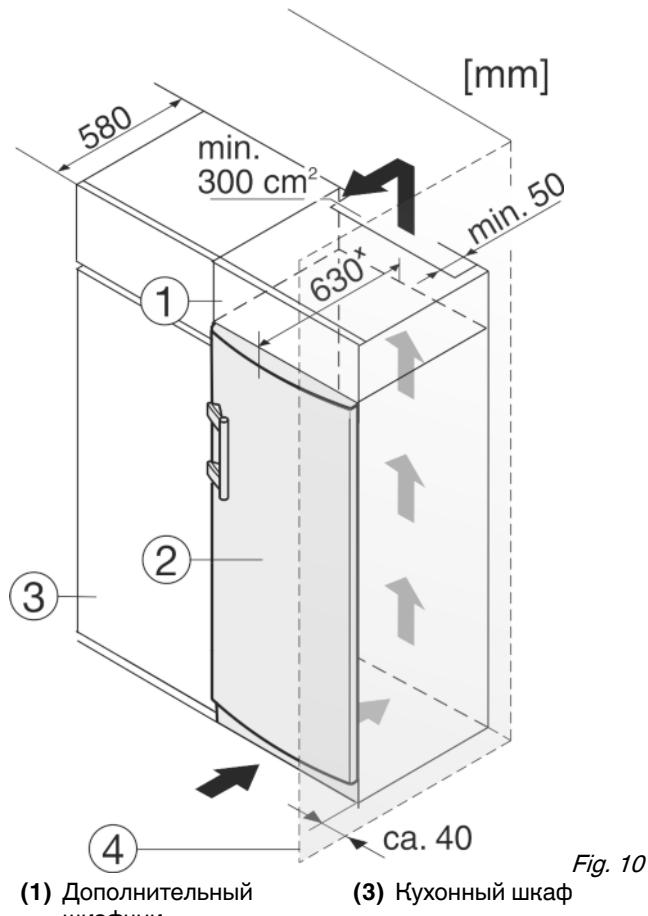

Fig. 10
(1) Дополнительный шкафчик
(2) Устройство
(3) Кухонный шкаф
(4) Стенка
Устройство может быть окружено кухонными шкафами. Чтобы уравнять устройство Fig. 10 (2) по высоте с кухонной стенкой, можно установить над устройством дополнительный шкафчик Fig. 10 (1).
При комбинировании с кухонными шкафами (глубина макс. 580 мм) устройство можно установить непосредственно рядом с кухонным шкафом Fig. 10 (3). Устройство выступает сбоку на 34 мм^x и по центру на 50 мм^x относительно передней стенки кухонного шкафа.
Если устройство установлено на шарнирах у стены Fig. 10 (4), то расстояние между устройством и стеной должно быть не менее 40 мм. Настолько выступает ручка при открытой дверце.